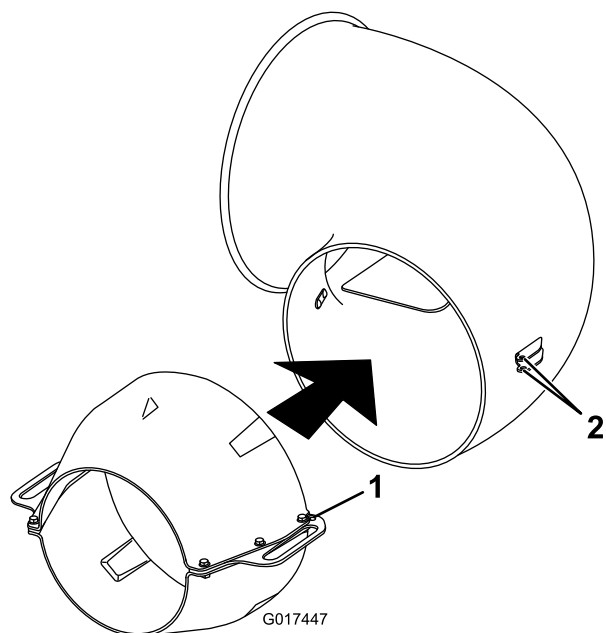

Figura 3
1. Coloque la extensión sobre la tobera, alineando el taladro de cada asa con los taladros superior e inferior de las pletinas de montaje de la tobera (Figura 3).